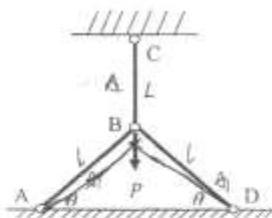

图 9
- 三、图 9 所示简单杆系在 B 点受垂直集中力  $P$  作用，杆 AB 和 BD 长度皆为  $L$ 、面积皆为  $A_1$ ，杆 BC 长度为  $L$ 、面积为  $A_2$ ，所有杆件的弹性模量皆为  $E$ 。AB 与 AD 之间的夹角、BD 与 AD 之间的夹角皆为  $\theta$ 。所有杆件在 A、B、C、D 处铰接，试计算每杆的轴力(20 分)。